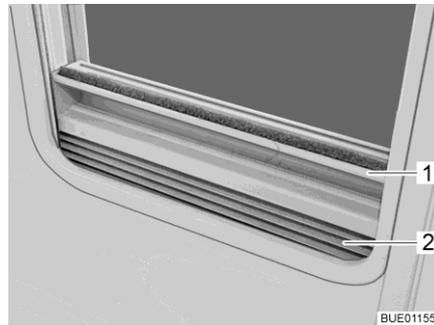

Fig. 58 Tendina oscurante pieghevole
- Chiusura:** ■ Afferrare la tendina oscurante pieghevole (Fig. 58,2) per la parte centrale della barra di presa (Fig. 58,1), tirarla dal basso verso all'alto e rilasciarla nella posizione desiderata. La tendina oscurante pieghevole rimane a questa altezza.